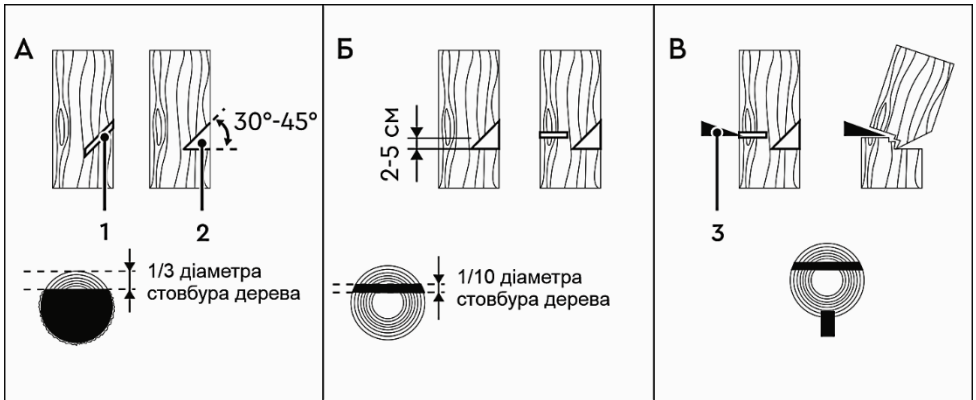

Рисунок 6
4.7.4 Виконання пропилів (рисунок 6)
Почніть пиляти дерево з того боку куди воно має впасти (1, рисунок 6-А).
Зробіть клиновидний пропил (2, рисунок 6-А) під кутом 30-45°, глибина якого приблизно дорівнює 1/3 від товщини стовбура.
Валочний розпил (рисунок 6-Б) зробіть із протилежного боку від клиновидного пропилу, помістивши зубчастий упор пили на стовбур на 2-5 см вище нижнього краю клиновидного пропилу. Завершіть пиляння тоді, коли до внутрішнього краю клиновидного пропилу залишиться близько 1/10 діаметра стовбура. Коли робите валочний розпил, не намагайтеся пропиляти стовбур наскрізь до клиновидного пропилу.
Частина стовбура, яка залишилася непропиляною, буде направляти його в необхідний бік. Коли дерево почне падати, зупиніть роботу пили та негайно відійдіть у безпечну зону. Якщо дерево не почало падати, необхідно забити клин (3, рисунок 6-В), після чого дерево почне падати в сторону клиновидного пропилу.